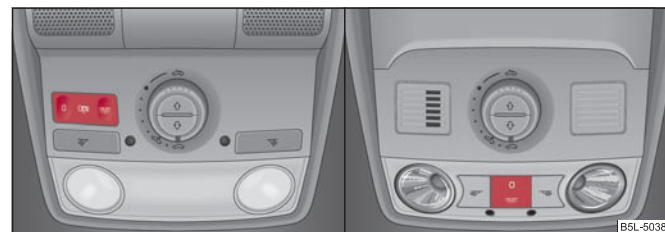

Fig. 51 Iluminación delantera del interior del vehículo
- Pulse el conmutador en la posición del símbolo  ⇒ fig. 51.
- Ponga el conmutador en la posición central. En vehículos sin vigilancia del habitáculo* la posición central está señalizada con un símbolo  ⇒ fig. 51 lado izquierdo.